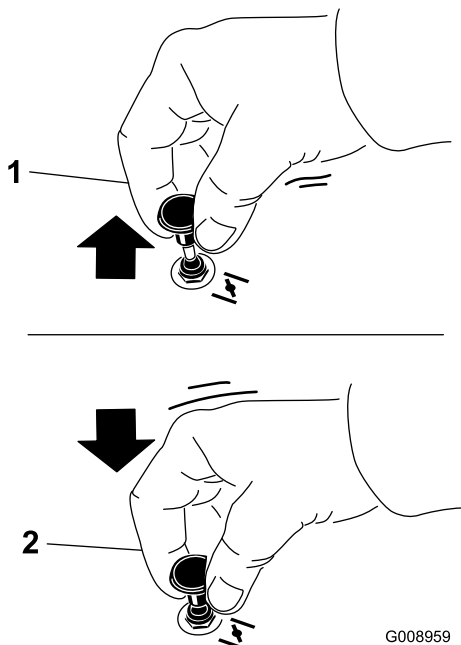

Figura 14
2. Tire hacia arriba del mando para engranar el estérter antes de usar el interruptor de encendido (Figura 14).
3. Presione hacia abajo el control del estérter para desactivar el estérter después de que el motor arranque (Figura 14).